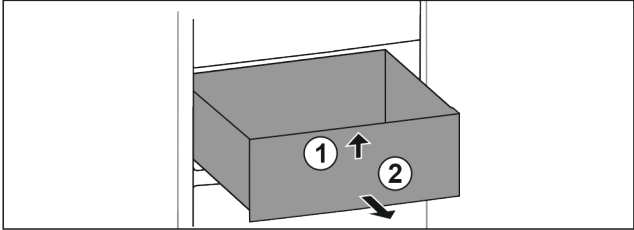

Fig. 58
► 抬起抽屉前部。Fig. 58 (1)
► 朝前取出抽屉。Fig. 58 (2)